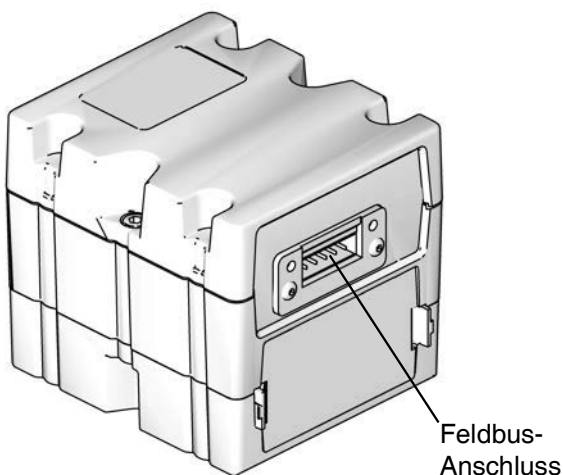

ABB. 24: CGM-Feldbus-Anschluss
11. Falls verwendet, das Ethernet-, DeviceNet- oder PROFIBUS-Kabel entsprechend am Feldbus-Anschluss des CGM anschließen. Siehe **Abb. 24**.